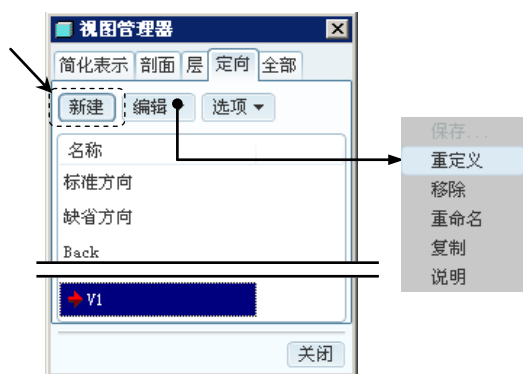
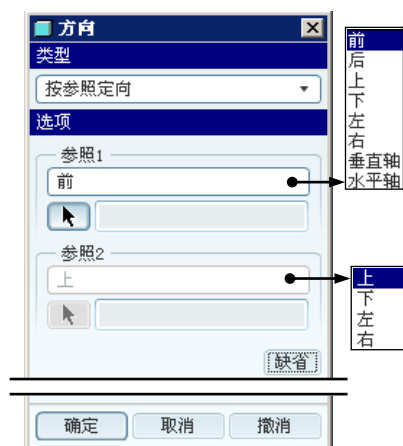

图 3.2.1 “视图管理器”对话框
图 3.2.2 “方向”对话框
Step1. 选择下拉菜单 **视图(V)**  **视图管理器(W)** 命令, 系统弹出图 3.2.1 所示的“视图管理器”对话框, 在 **定向** 选项卡中单击 **新建** 按钮, 并命名新建视图为 V1, 按 Enter 键确认, 然后选择 **编辑**  **重定义** 命令。系统弹出图 3.2.2 所示的“方向”对话框。